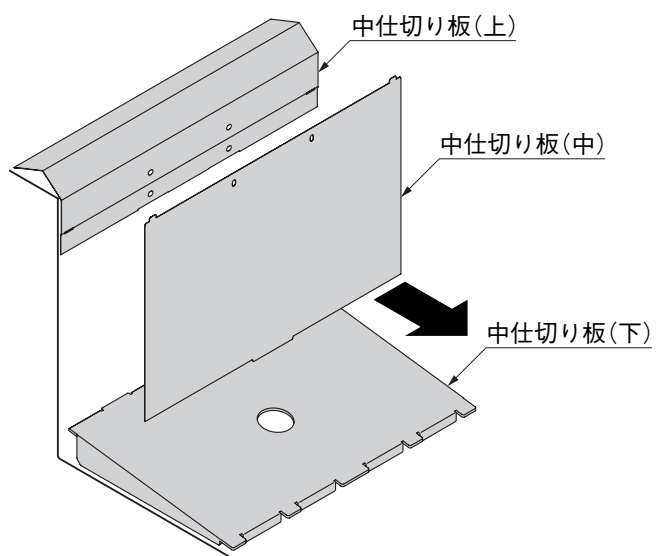

図3-4
- ②中仕切り板(中)を取り外してください。(図3-4参照)